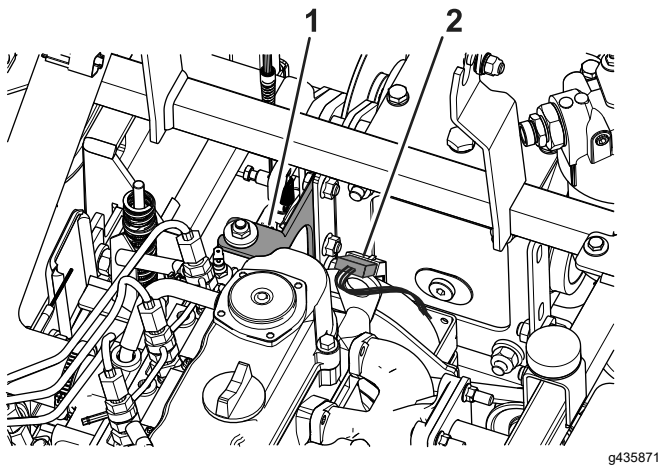

Bild 79
5. Ziehen Sie den Kabelstecker für die Kupplung ab (Bild 79).
Rahmen und an der Kupplung befestigt ist (Bild 79).